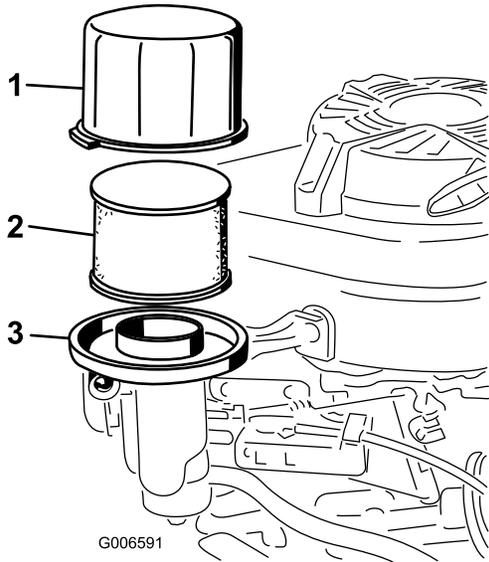

Figura 28
3. Retire la tapa y límpiela a fondo (Figura 28).
4. Retire el prefiltro de gomaespuma y el filtro de papel (Figura 28).
5. Retire el prefiltro de gomaespuma del filtro de papel (Figura 28) y sustituya el filtro de papel si está excesivamente sucio.
6. Vuelque la máquina, con el filtro de aire hacia arriba, para drenar el aceite en el recipiente (Figura 28).